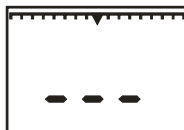

Рисунок 9.1
9.4 Включение газоанализатора осуществляется нажатием кнопки "ВКЛ". После включения газоанализатора должен быть слышен звук работающего микронасоса. При этом на цифровом индикаторе газоанализатора отображается надпись " - - - " и включается постоянный звуковой сигнал (рисунок 9.1). Кнопку "ВКЛ" необходимо удерживать до отключения постоянного звукового сигнала (приблизительно 3 секунды). Газоанализатор перейдет в режим прогрева датчика. Длительность прогрева  $\approx 30$  с.